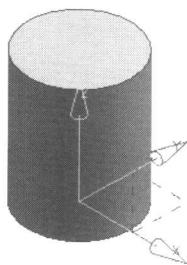

图1-9
1. 创建直径为“30”，高度为“40”的圆柱，结果如图 1-9 所示。